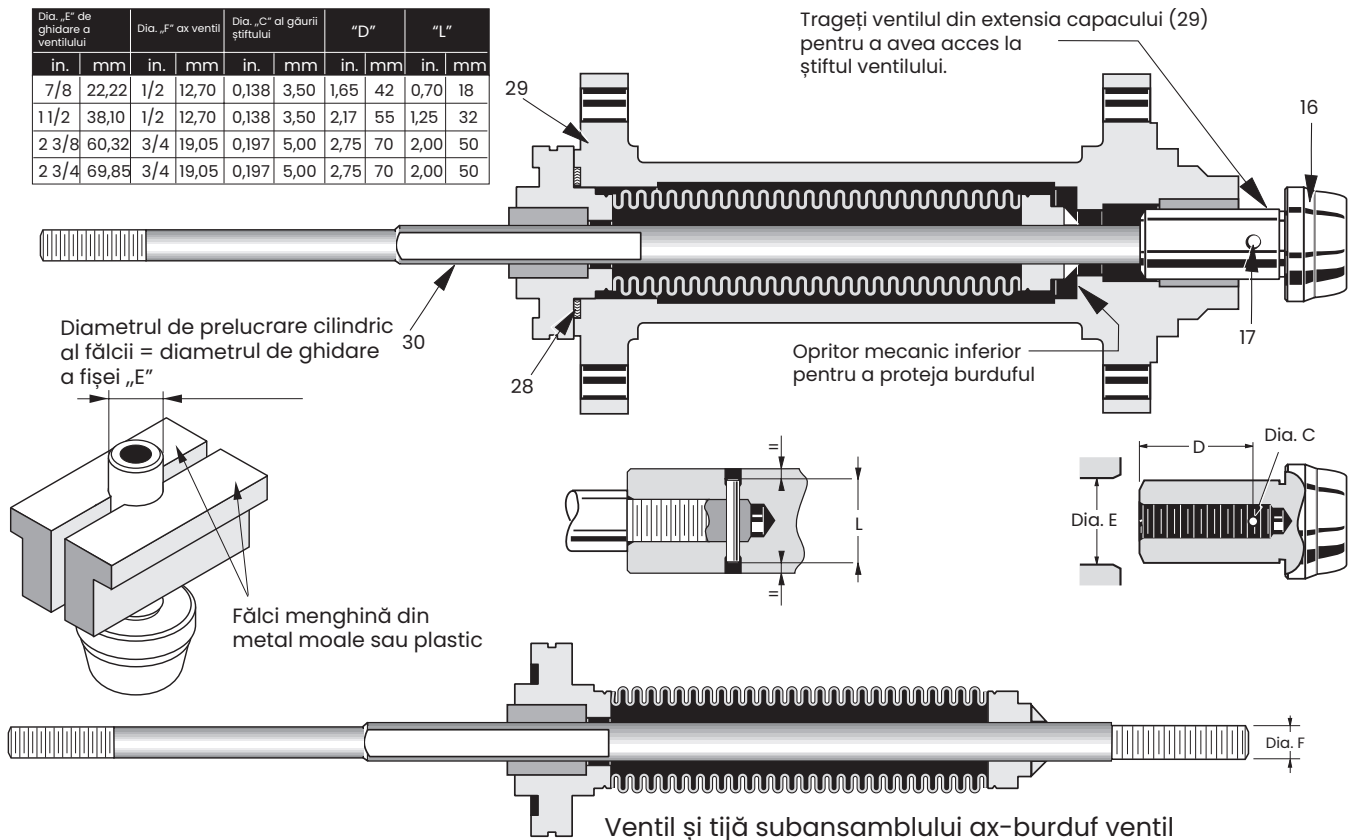

Figura 18 - Desprinderea și fixarea ventilului pe ax
Notă: Folosiți întotdeauna o menghină cu fălci moi pentru a susține suprafața ghidului ventilului. Dacă nu luați această măsură de precauție, poate avea loc deteriorarea suprafeței de ghidare în timpul fixării (a se vedea Figura 18).
- Prindeți două piulițe una de cealaltă la capătul axului ventilului și folosiți o cheie de buloane plată pentru piulița superioară pentru a preveni rotirea sub-ansamblului ax-burduf. Înșurubați bușonul pe partea inferioară a tijei în timp ce introduceți tijă bușonului în bucaș de ghidare (12) din extensia capacului (29).
- Trageți și apucați ventilul (16) de extensia capacului (29) pentru a permite accesul la știftul ventilului (17).
- **Dacă ventilul este deja complet găurit**, (tipic pentru material inox întărit 440 C sau Stellite solid sau un echivalent), atunci găuriți axul cu același diametru (Diametrul C în Figura 18) ca orificiul tijei ventilului.
- a se potrivi cu diametrul C (vezi figura 18)
- Măsurați dimensiunea D pe baza diametrului ghidului ventilului și a diametrului axului (a se vedea Figura 18).
- Selectați dimensiunea corectă a știftului pe baza diametrului ghidului ventilului și a diametrului axului (a se vedea Figura 18). Aplicați o cantitate mică de unsoare pe știft și asamblați-l manual în orificiul din ventil.
- Cu ajutorul unui ciocan fixați știftul în orificiu. Finalizați operațiunea de fixare asigurându-vă că știftul este îngropat în mod egal în ambele părți (a se vedea Figura 18).